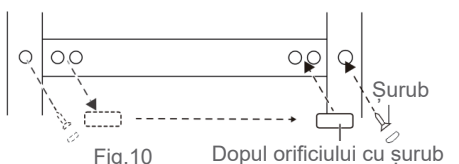

Fig.10
11. Scoateți șurubul și bușonul orificiului șurubului din balamaua din centru pe partea din stânga a cabinetului și fixați-le pe ambele pe partea dreaptă a acestuia (→ Fig. 10).